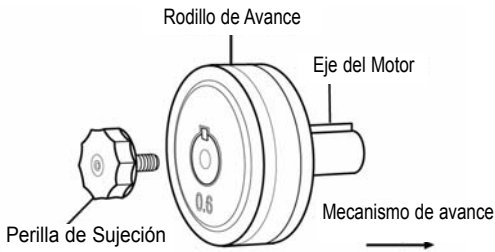

Figura 6. Rodillo de Avance
- Localice el costado del rodillo de alimentación que esté estampado con el mismo diámetro del alambre a instalar (ver Figura 6). inserte el rodillo en el eje del motor. Asegúrese que el lado estampado con el diámetro del alambre deseado no se encuentre hacia usted.